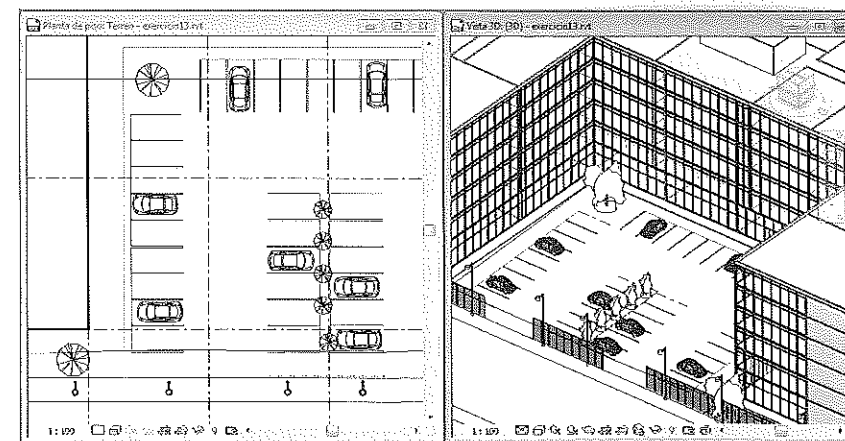

Figura A.96 – Sub-região e vagas de estacionamento.
1. Com a vista do pavimento **Terreno** ativa, crie uma sub-região, como fizemos no início, selecionando a aba **Massa e terreno** para a área do estacionamento, Figura A.96. Use a linha do desenho AutoCAD® como base (deixe a vista em modo **Estrutura de arame**). Contorne a plataforma de construção da laje do térreo até a linha da calçada e mude o material para **Asfalto**.